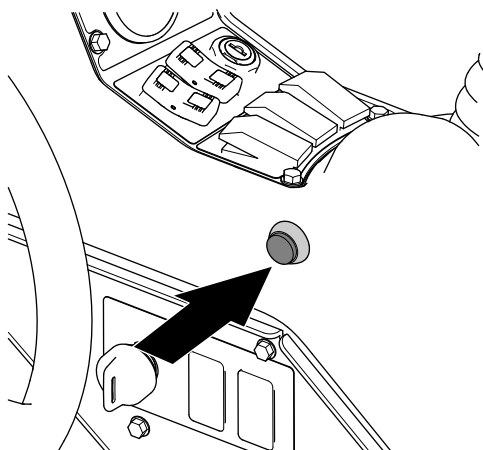

Рисунок 274
7. На машине установите главный выключатель секций в положение Он (Вкл.) (Рисунок 274).